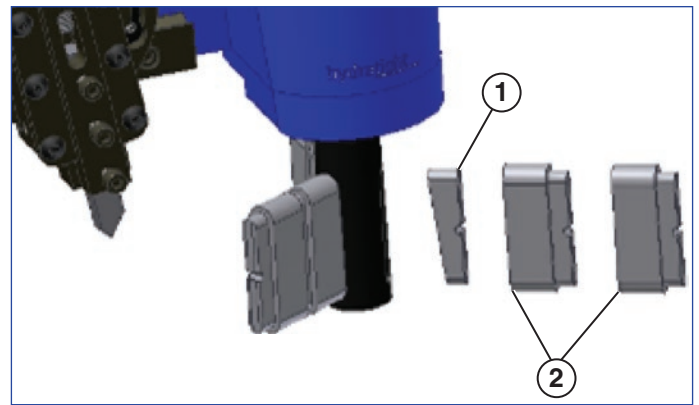

Figura 2
A montagem do mandril consiste em todas as partes usadas para fixar o “QuickFace” na peça de trabalho. Fixadores ajustáveis e extensores empilháveis de fixadores são usados para segurar o “QuickFace” em posição. Um anel tipo O é usado para prender os fixadores no mandril (**ver Figura 2**).
2. Coloque os fixadores e os extensores de fixadores (caso necessário) dentro da ranhura no eixo do mandril. Certifique-se de que a superfície angular do eixo de expansão corresponda à superfície angular dos fixadores (**ver Figura 2** para orientação adequada do fixador).